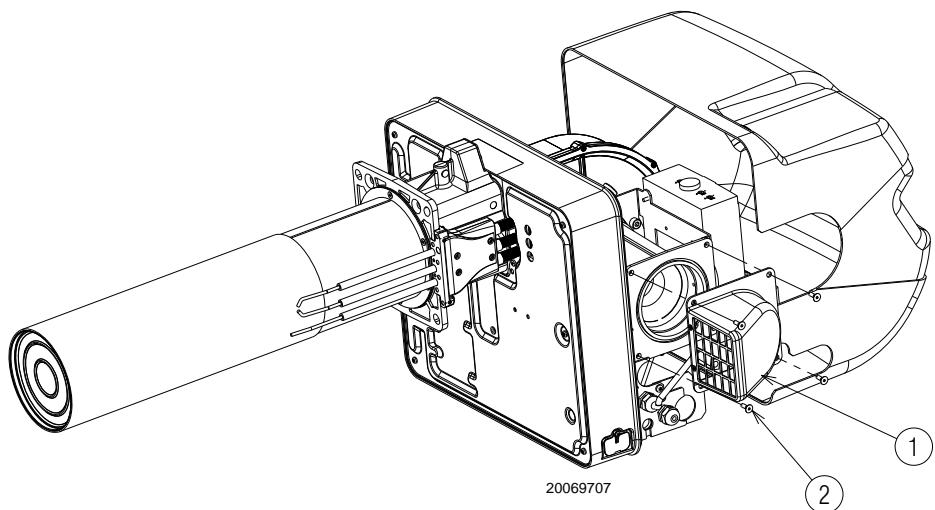
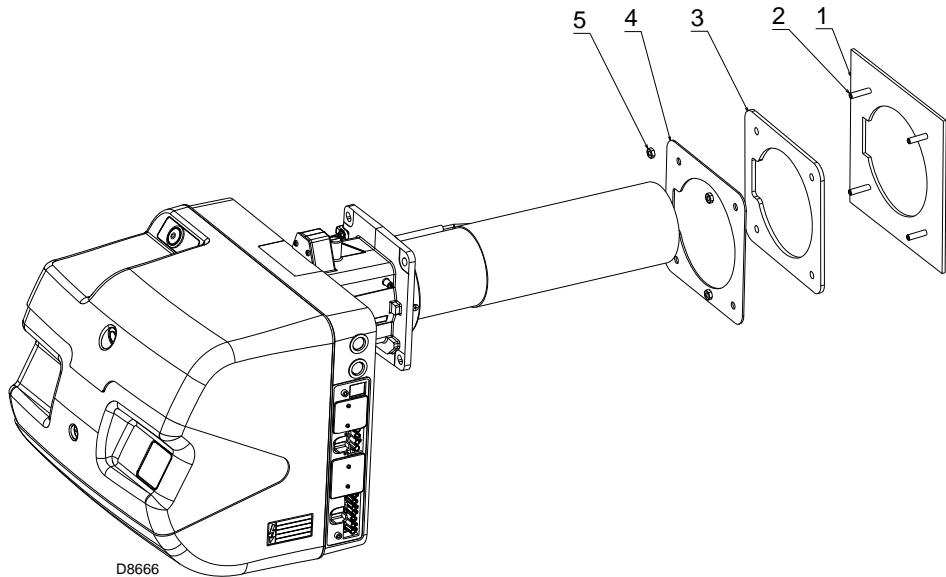

Abb. 17
Abb. 18
- Schrauben Sie die Stiftschrauben 2)(Abb. 18) an die Platte 1).
- Befestigen Sie den Flansch 2)(Abb. 17) an der Platte des Heizkessels und ziehen Sie die Muttern 5)(Abb. 18) fest.